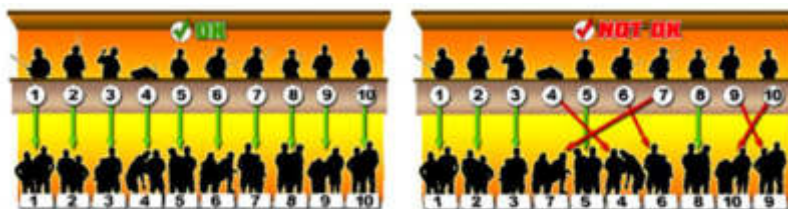

Figura 38: Disposizione corretta dei Piloti e dei Meccanici nel palco
- Prima della partenza delle Finali A, B, C, ..., di ciascuna categoria, verrà eseguita la foto e la presentazione al pubblico dei Piloti finalisti da parte del Direttore di Gara. Durante la chiamata, il Pilota, dovrà salire sul palco e scegliersi il posto di maggiore preferenza per la sua guida. Successivamente, i Meccanici (o Meccanico) ad esso associato, dovranno occupare, ove possibile, la casella della corsia dei box di rifornimento corrispondente e situata sotto al Pilota. Per una maggiore chiarezza di esposizione si faccia riferimento alla Figura 38.